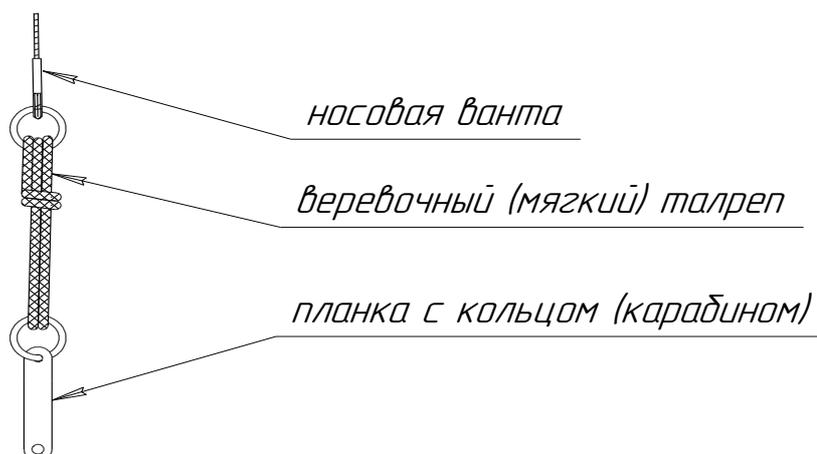

рис.13. Веревоочный (мягкий) талреп.
5. Заведите шпур мачты в степс и, потянув спереди за носовые ванты, поднимите мачту. Закрепите носовые ванты веревочным талрепом (рис.13.)